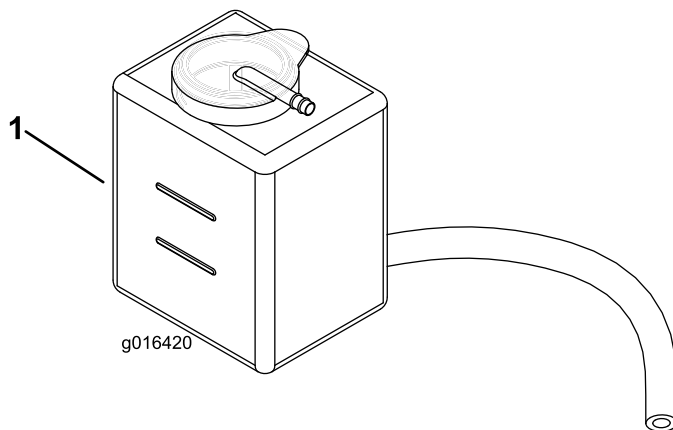

Рисунок 25
2. Проверьте уровень охлаждающей жидкости (Рисунок 25). На холодном двигателе уровень должен находиться между линиями на расширительном бачке.